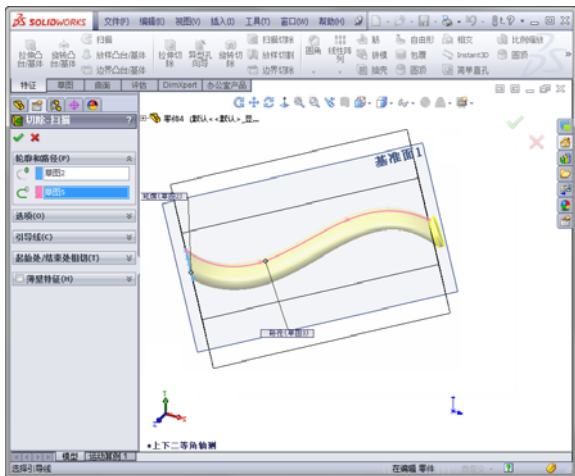

图 3-32 [切除—扫描]属性管理器
4. 出现[切除—扫描]属性管理器,同时在右面的图形区域中显示生成的切除扫描特征,如图3-32所示。